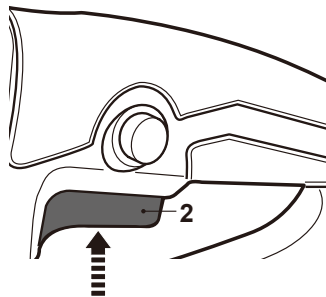

Fig. 10
- > Mettez l'appareil en marche en appuyant sur le bouton marche/arrêt [2] (Fig. 10).